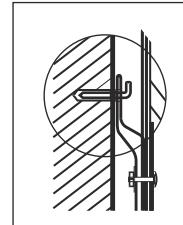

Рис. 8
2. После того, как вы выбрали правильное место установки водонагревателя, определите точки для отверстий под анкерные болты с крюками (определяются в соответствии со спецификацией прибора, который вы выбрали). Просверлите в стене два отверстия соответствующей глубины с использованием сверла, подходящего по размеру под анкерные болты, прилагаемые к водонагревателю. После чего вставьте болты в просверленные отверстия и, поворачивая крюки болтов по часовой стрелке, плотно затяните гайки болтов, затем повесьте водонагреватель на крюки анкерных болтов (рис.8).